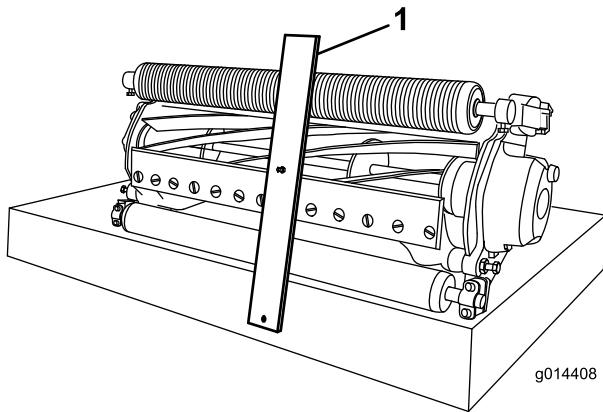

Figure 10
3. Accrochez la tête du boulon sur le bord tranchant de la contre-lame et appuyez l'arrière du gabarit contre l'arrière du rouleau (Figure 10).